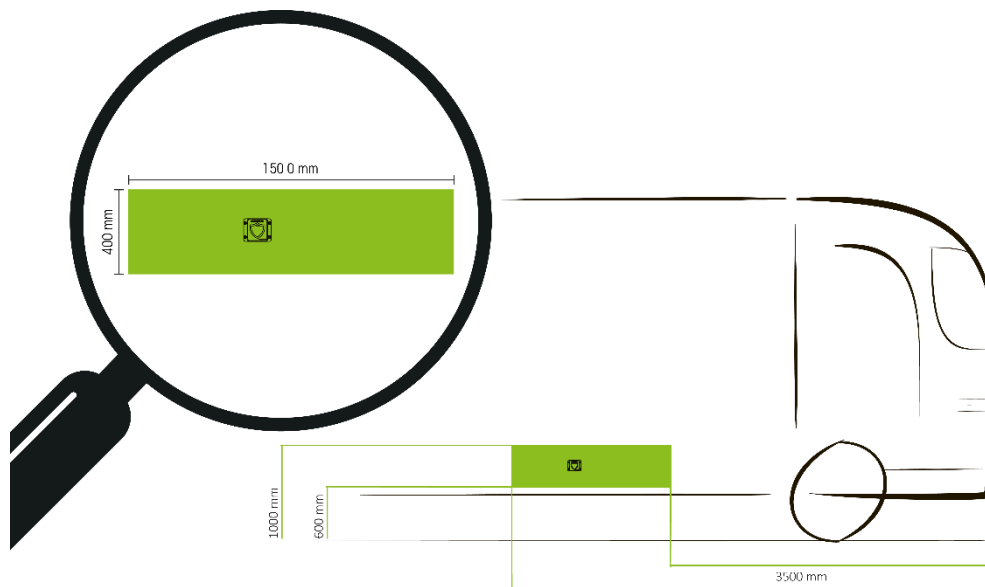
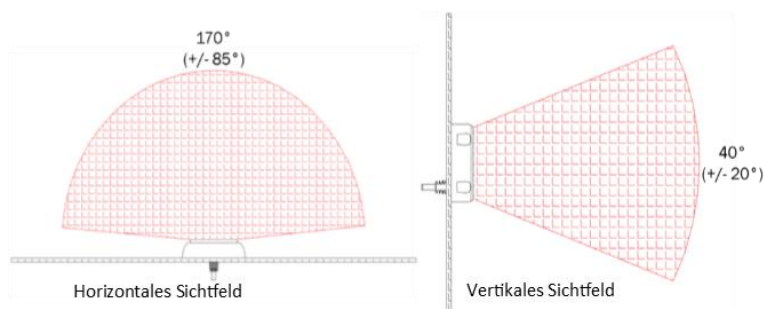
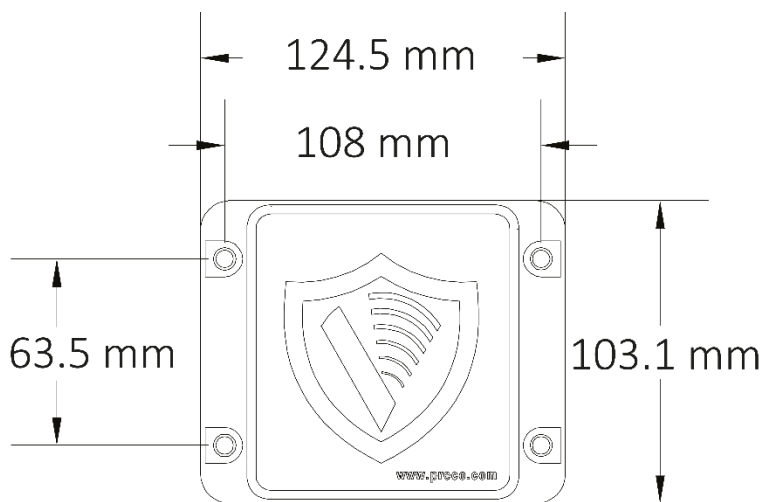
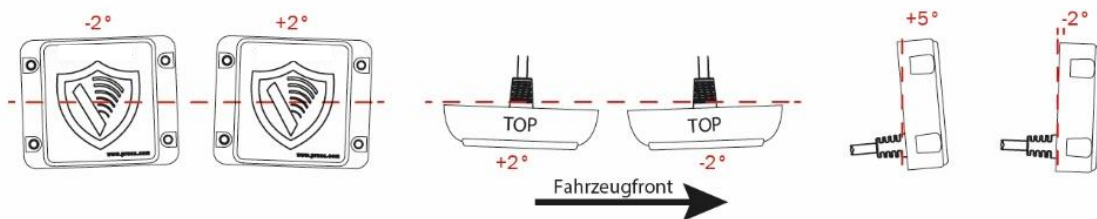

Abbildung 6: Montageposition des Sensors
Abbildung 7: Sperrzonen des Sensors
Abbildung 8: Bohrungsmaße des Sensors
Abbildung 9: Montagetoleranzen
Metallobjekte sowie andere stark radar-reflektierende Objekte müssen sich außerhalb der in Abbildung 7 definierten Sperrzone befinden. Radar-reflektierende Objekte innerhalb dieser Bereiche können den Betrieb beeinträchtigen. Wenn diese Objekte nicht entfernt werden können, muss deren Einfluss auf die Systemleistung mittels Prüfungen ermittelt werden.
Für den ordnungsgemäßen Systembetrieb ist es sehr wichtig, wo der Side Defender®II installiert wird. Der Sensor sollte beim Linkslenker, an der rechten Seite, min. 3500 mm und max. 5000 mm von der Vorderkante des Fahrzeugs entfernt montiert werden, wobei sich die Unterseite des Radars nicht weniger als 600 mm und die Oberseite des Radars nicht mehr als 1000 mm über Bodenniveau befinden darf. Dabei ist die Höhennivellierung des Fahrzeugs auf Fahrbetrieb einzustellen. Die Vorderseite des Sensors sollte lotrecht zum Boden ausgerichtet sein, so dass die Side Defender®II-Beschriftung nach oben und das V-Logo nach unten weist (siehe Abbildung 6, Abbildung 8 und Abbildung 9). Der Sensor muss auf einer metallischen Fläche oder einem metallischen Halter aus dem Zubehör angebracht werden.
Es ist eine weitestgehend vibrationsarme Position zu wählen, die einen gewissen Grad an Schutz vor Aufprall und Verschmutzung gewährt und dabei eine unbehinderte Sicht des Zielbereichs ermöglicht. Angaben zu Abstandsvorgaben sind der Beschreibung der Sperr-/Störzonen in Abbildung 7 bzw. der empfohlenen Montageposition am Fahrzeug in Abbildung 6 und den Montagetoleranzen aus Abbildung 9 zu entnehmen.
Das horizontal freizuhaltende Sichtfeld beträgt $\pm 85^\circ$, das vertikale freizuhaltende Sichtfeld $\pm 20^\circ$ (siehe Abbildung 7). Um beste Ergebnisse zu erzielen, sollte der Sensor über jeden anderen Teil des Fahrzeugs hinausragen, mindestens aber bündig mit der Fahrzeugkante abschließen.
Der Sensor ist so am Fahrzeug anzubringen, dass ein Bereich (siehe Abbildung 7) frei von störenden Teilen des Fahrzeuges, oder anderen reflektierenden Materialien ist.
1. Eine geeignete Stelle für die stabile Montage des Sensors wählen (siehe Abbildung 6).
2. In der Standardmontagekonfiguration ist die Beschriftung „Side Defender® II“ wie in Abbildung 8 auszurichten.
3. 4 Bohrungen \varnothing 6mm gemäß Abbildung 8 bohren (Bohrschablone liegt bei).
Beste Ergebnisse werden mit vertikalen Winkeltoleranzen im Bereich von $+5^\circ$ und -2° erzielt. Die horizontale Winkeltoleranz beträgt $\pm 2^\circ$. Sehr wichtig ist zudem die rechtwinklige Ausrichtung zur Fahrzeugfront, die ebenfalls im Bereich max. $\pm 2^\circ$ erfolgen soll (siehe Abbildung 9).